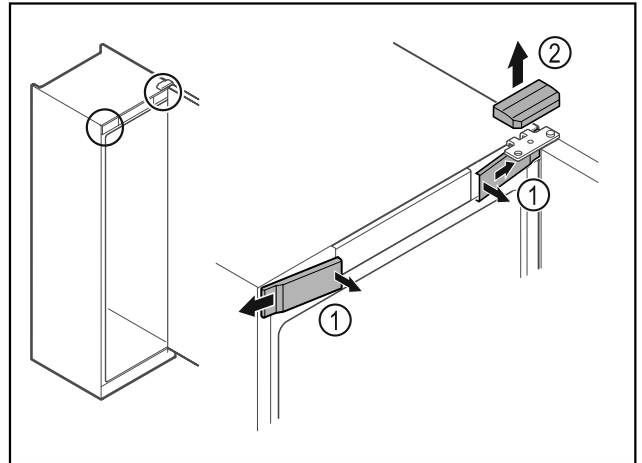

Fig. 8
- ▶ Vordere Abdeckungen Fig. 8 (1) innen austrasten und zur Seite abnehmen.
- ▶ Obere Abdeckung Fig. 8 (2) nach oben abnehmen.